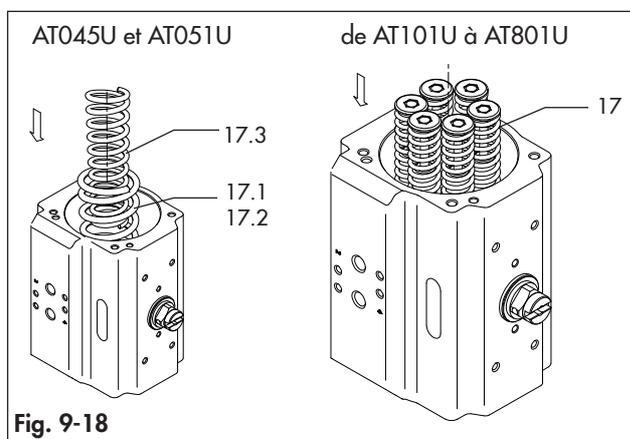
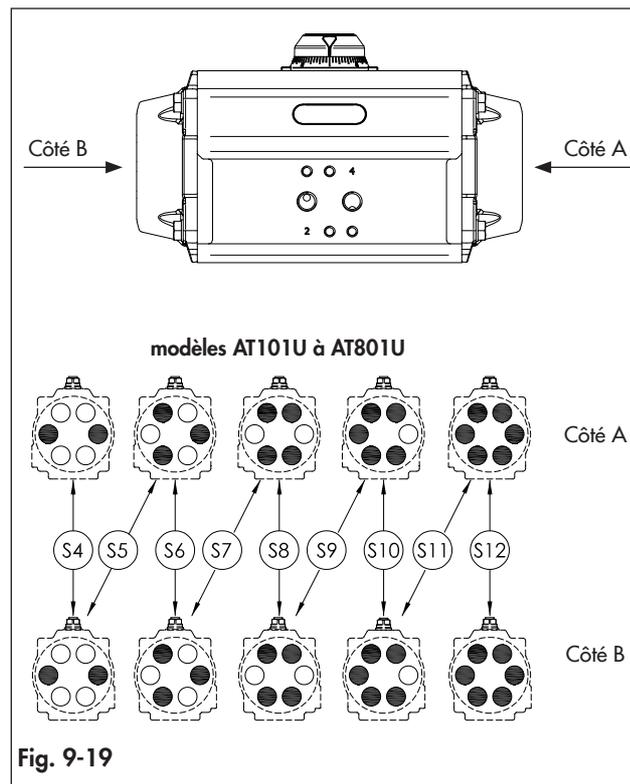

Fig. 9-18
Fig. 9-19
- Lubrifier à nouveau la surface interne du corps (50).
- En cas d'actionneur à ressort de rappel, mettre la quantité correcte de cartouches à ressort dans la position correcte comme indiqué dans le Tableau 9-4, le Tableau 9-5, la Fig. 9-18 et la Fig. 9-19 selon le modèle d'actionneur.